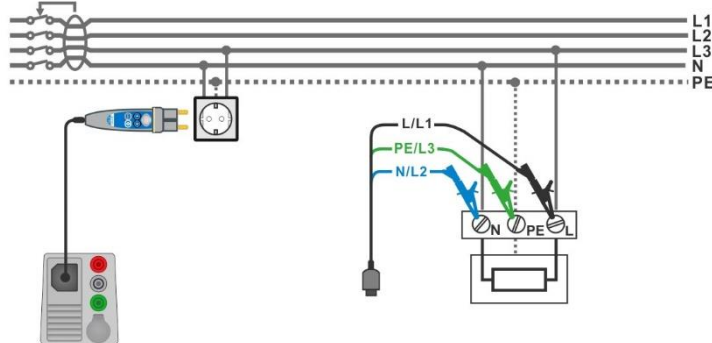

Figura 7.108: Medición AUTO TN (RCD)
- Conecte las puntas de prueba de 3 hilos o la Clavija *Commander* al objeto a prueba (vea la **Figura 7.108**).